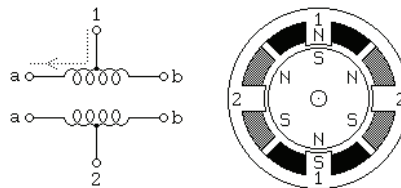

**Figura 1.25** Estructura de un motor a pasos
La figura 1.25 presenta una gráfica que muestra aproximadamente la relación que puede haber entre la resistencia ofrecida por una LDR entre sus terminales y la iluminación que sobre ella incide.
**Figura 1.25** respuesta de una LDR
Los motores a paso son ideales para la construcción de mecanismos en donde se requieren movimientos muy precisos. La característica principal de estos motores es el hecho de poder moverlos un paso a la vez, por cada pulso que se le aplique. Este paso puede variar desde 90° hasta pequeños movimientos de tan sólo 1.8°. Un motor a pasos consta de dos partes principales: el rotor y el estator como lo indica la figura 1.25.